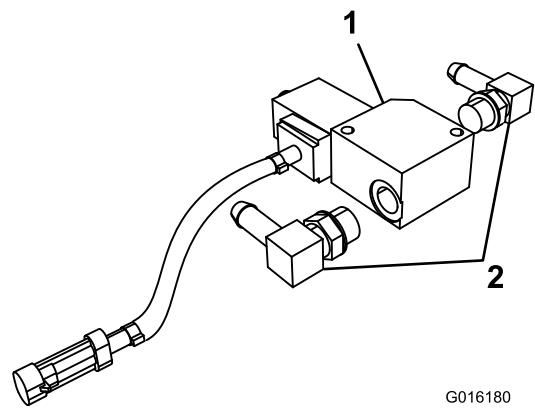

Figura 4
14. Instale 2 uniões hidráulicas (90 graus) na parte da frente e de trás da válvula de solenóide (Figura 4).